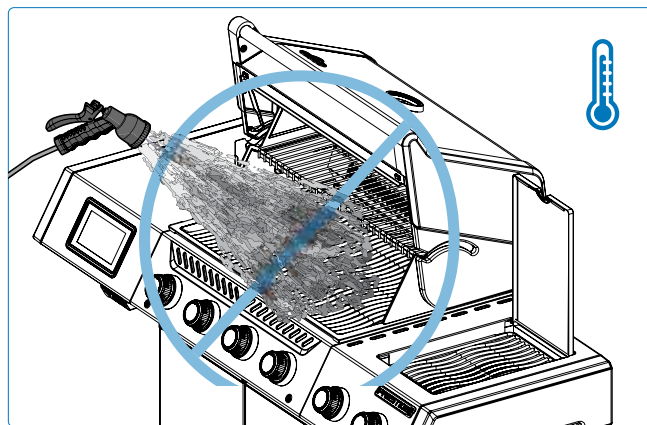

Fig. 20
1. Nunca apague una llama ni controle llamaradas con agua. **(Fig. 20).**